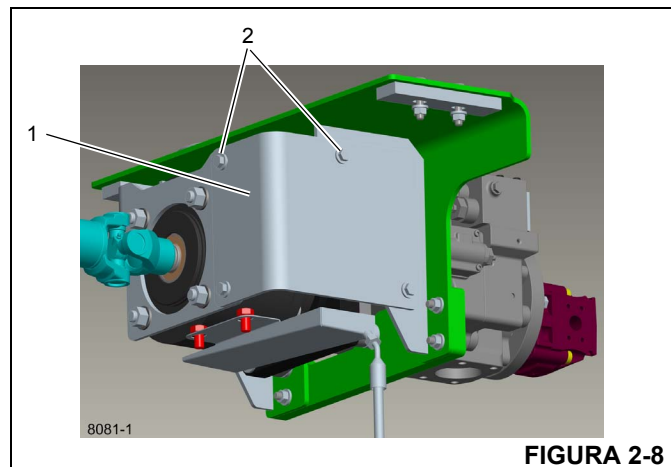

FIGURA 2-8
4. Retire la cubierta de acceso (1, Figura 2-8) retirando los cuatro pernos y arandelas (2) y dos placas de "tuerca doble".
3. Instale la cubierta de acceso (1, Figura 2-8) en el conjunto de placa de soporte delantera/embrague/escuadra de montaje con cuatro pernos y arandelas (2) y dos placas de tuerca doble. Apriete toda la tornillería al par de apriete recomendado en *Sujetadores y valores de apriete*, página 1-14.